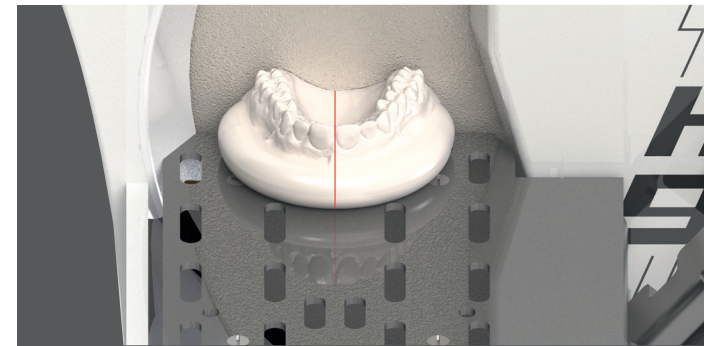

Abb. 10
- Jetzt die Raphe-Median-Linie mit dem Bleistift markieren und das Modell mit der beschliffenen Basis auf die Arbeitsplatte legen. So an die Trimmerscheibe führen, dass die Laserlinie des Richtlichtes und die Raphe-Median-Markierung in Deckung (Abb. 10) sind. Die gewünschte dorsale Begrenzung beendet den Schleifvorgang.